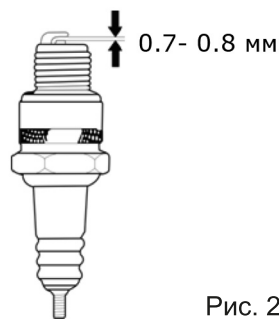

Рис. 24
5. Проверьте зазор между электродами свечи зажигания. Он должен составлять 0.7-0.8мм (Рис. 24). При необходимости отрегулируйте зазор.